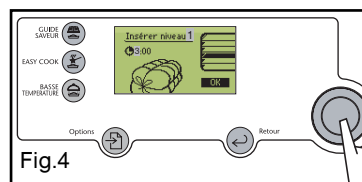

Fig.4
- préconisation du niveau de gradin (fig 4).